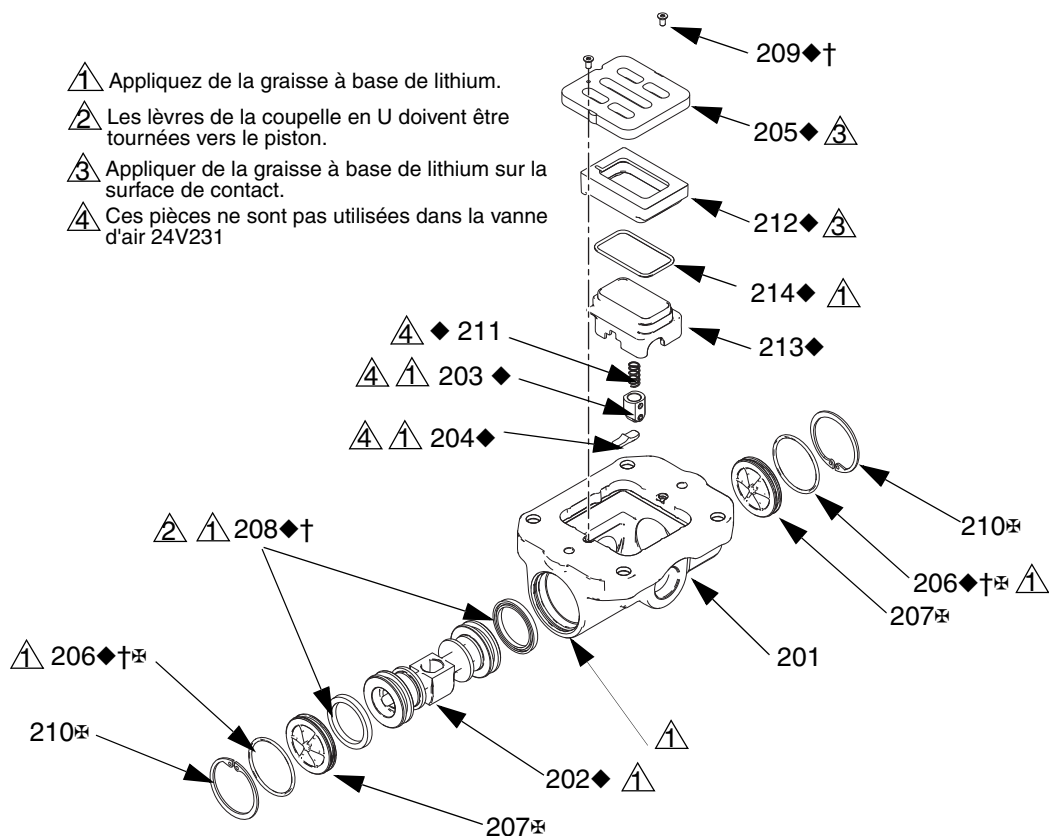

FIG. 2. Montage de la vanne d'air
2. Consultez FIG. 2. Utilisez un tournevis Torx (T8 pour les centres en aluminium, T10 pour ceux en plastique) pour retirer deux vis (209). Retirez la plaque de la vanne (205), l'ensemble du réservoir intégré (212-214), le ressort (211) et l'ensemble de détente (203).
3. Retirez la coupelle (213) de la base (212). Retirez le joint torique (214) de la coupelle.
4. Consultez FIG. 2. Retirez l'anneau de retenue (210) de chaque extrémité de la vanne d'air. Utilisez le piston (202) pour sortir les plaques de blocage (207) par une extrémité. Retirez le joint en coupelle (208). Sortez le piston par l'extrémité et retirez l'autre joint en coupelle (208). Retirez l'autre plaque de blocage (207) et les joints toriques (206).
5. Retirez la came de détente (204) du boîtier (201) de la vanne d'air.